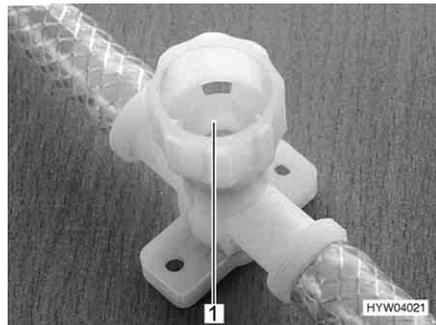

Fig. 124 Llave de desagüe para calentador Therme
- Cerrar todas las llaves de desagüe. Para ello, girar los capuchones (Fig. 124,1) en sentido de las agujas del reloj.
- Abrir todas las llaves de desagüe del calentador Therme. Para ello, girar los capuchones (Fig. 124,1) en sentido contrario a las agujas del reloj.